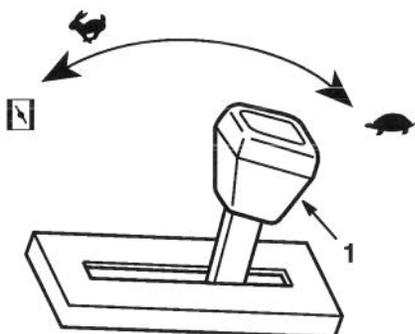

Figure 14
2. Mettre la manette des gaz sur la position CHOKE (Fig. 14).
5. Lorsque le moteur démarre, amener la manette des gaz sur la position  FAST (Fig. 14).
1. Amener la manette des gaz sur la position  SLOW (Fig. 14).